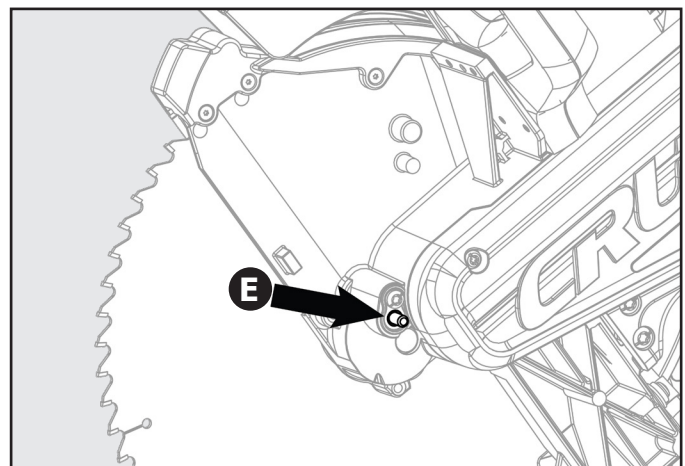

Figure 13
5. À l'aide de la clé pour lame fournie, retirez le boulon de la lame (D) en le tournant dans le sens horaire.
6. Ne retirez que la rondelle de lame extérieure (F) et la lame (G), laissant la rondelle de lame intérieure sur la broche.
7. Appuyez sur le bouton de verrouillage à broche (E). Voir figure 13.
9. Alignez les parties plates du double « D » de la rondelle de lame avec (F) les parties plates de la broche et installez la rondelle sur la broche.
10. Verrouillez la broche en appuyant sur le bouton de verrouillage de la broche. Vissez le boulon de la lame (D), sans oublier de l'enfiler dans le sens antihoraire. Fixez le boulon de la lame à l'aide de la clé pour lame fournie.